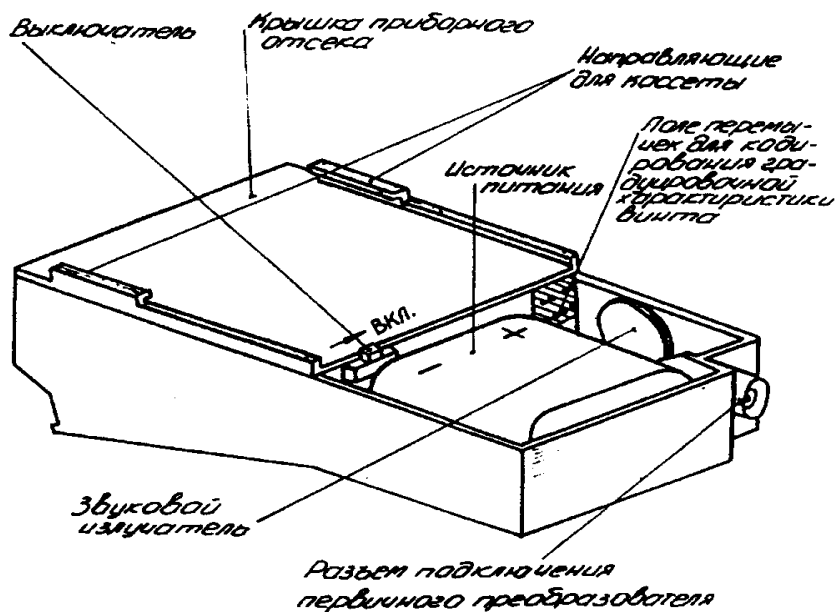

Рис. 6.2. Прибор со снятой крышкой отсека питания
- 6.1. Вставить в отсек регистрирующего устройства источник питания (рис.6.2).
6.6. Если намечается перерыв в работе прибора более суток, выключатель питания необходимо перевести в положение "ВЫКЛ" (см. рис. 6.2.).